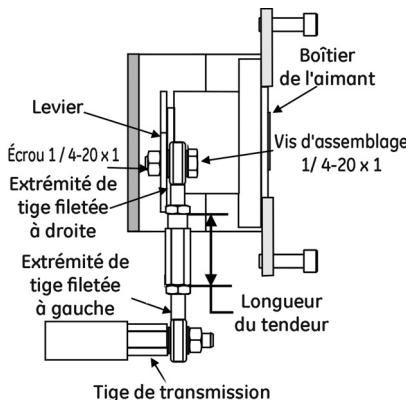

Figure 12 Liaison linéaire
- Visser la tige de transmission dans le connecteur de la tige de l'actionneur. Se reporter à la Figure 12 à la page 27. S'assurer que le pointeur de déplacement situé sur le couplage est correctement positionné.
10. Visser le tendon sur l'extrémité de la tige filetée à gauche (Figure 12).